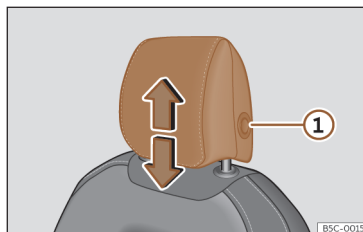
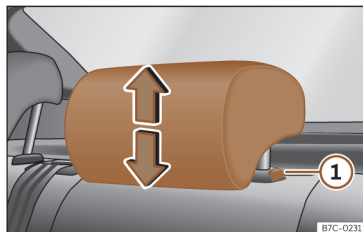

Fig. 91 Asiento delantero: regulación del apoyacabezas.
Fig. 92 Apoyacabezas trasero: regulación del apoyacabezas.
- Agarre el apoyacabezas con ambas manos por los lados y empuje hacia arriba hasta encajarlo en la posición deseada. Para bajarlo, haga la misma acción, pulsando el botón lateral ① >>> fig. 91, >>> fig. 92.